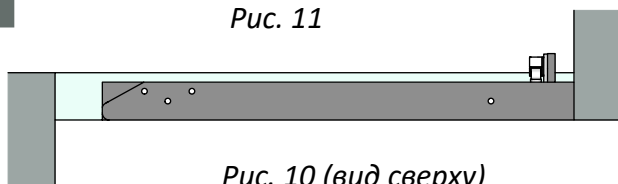

Рис. 10 (вид сверху)
- 2) Расположите люк в глубину проёма так, чтобы он был в одной плоскости с подготовленной стеной под клей и плитку (Рис.10).